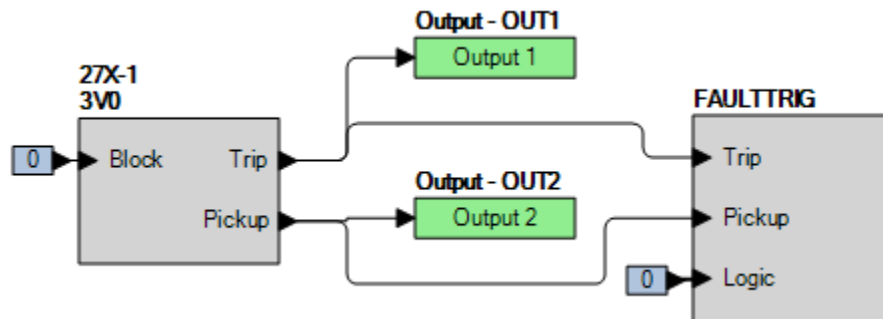

Figure 67-1. Paramètres BESTlogicPlus (mode 3V0)
Étape 2 : Utilisez BESTCOMSPlus pour configurer la Logique programmable BESTlogicPlus illustrée dans la Figure 67-1.
Étape 4 : Préparez la surveillance de l'exécution de la fonction 27X-1. Cette exécution peut être vérifiée en surveillant la sortie OUT2 (voir Figure 67-1).